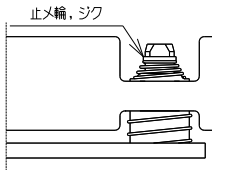

図7
- ・リング,バネウケがブーリ等に押付けられているか調べてください。(図7)